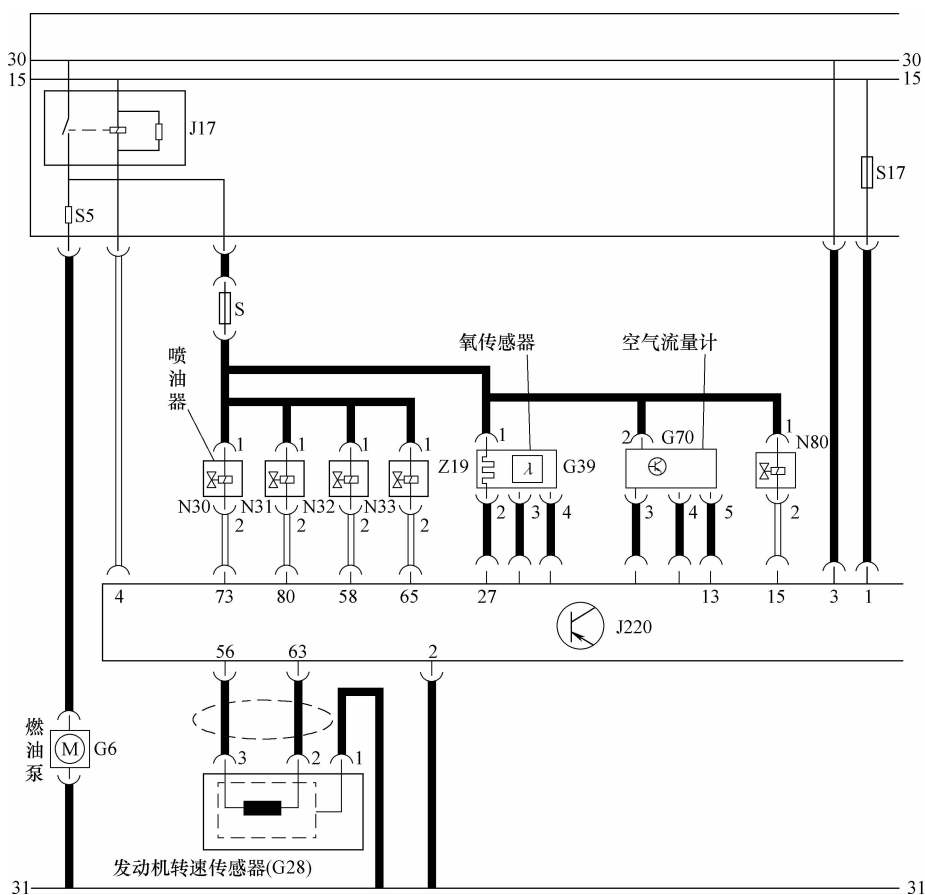

图 2-66 桑塔纳 2000GSi AJR 发动机燃油泵控制电路
(4) 桑塔纳 2000GSi AJR 发动机电动燃油泵控制电路的检测 桑塔纳 2000GSi AJR 发动机电动燃油泵控制电路如图 2-66 所示。其检测方法如下:
2) 若燃油泵不运转, 关闭点火开关, 拔下中央控制盒上 2 号位的燃油泵继电器。如图 2-66 所示, 检测继电器供电情况, 插座第 2 脚、第 4 脚与搭铁之间的电压应为蓄电池电压。